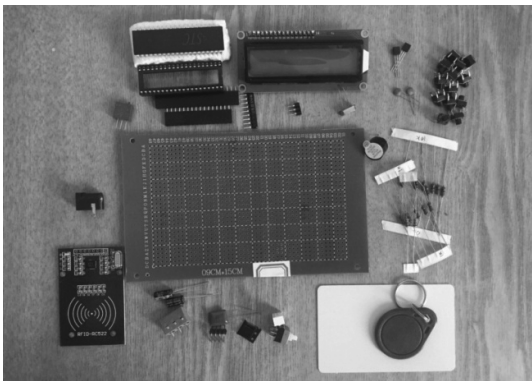

图 3-7 射频 13.56M 一卡通门禁系统元器件
(1) 将元器件从试验工具箱中取出,如图 3-7 所示,识别各个元器件,必要时请测量相关参数(如电阻值)。